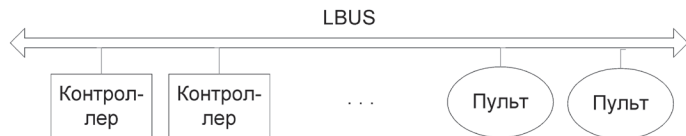

Рисунок 2. Адресная линия LBUS
2. Адресная линия уровня контроллеров LBUS (Рисунок 2). Служит для объединения контроллеров в единую систему, управляемую с помощью пульта RC100. Возможно использование нескольких пультов управления и индикации (до 15). При этом один из них является устройством – мастером (Master), т.е. постоянно опрашивает контроллеры, а остальные находятся в режиме прослушивания линии (Slave). При неисправности устройства – мастера становится мастером одно из устройств – слуг.